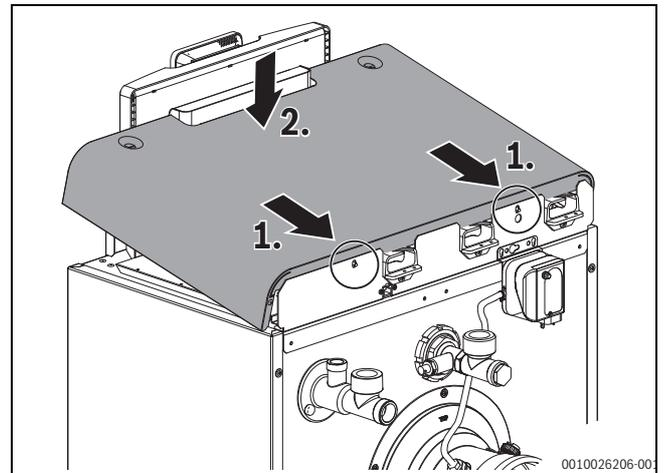

Fig. 25 Montaggio della copertura della caldaia
- Inserire la copertura della caldaia con i perni nel pannello posteriore e piegare verso il basso (→ fig. 25)